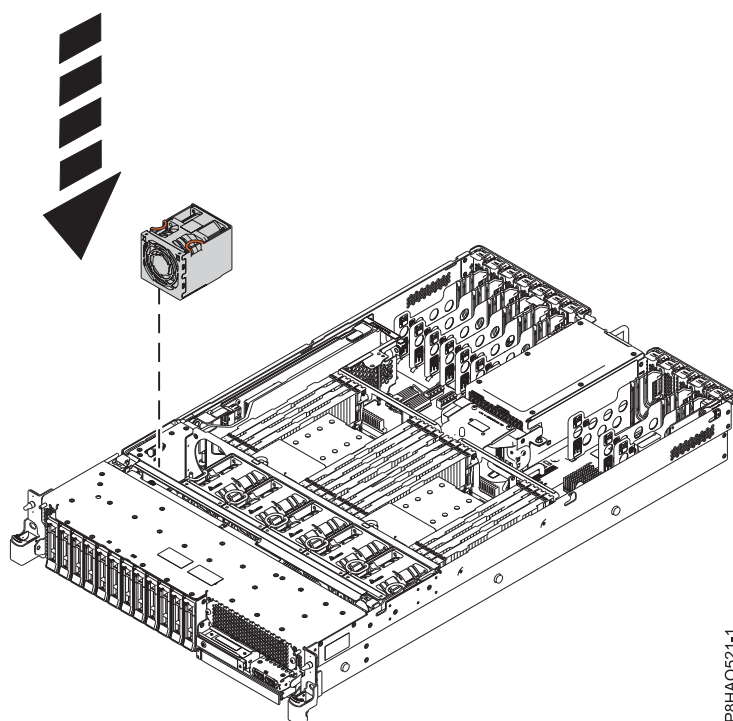

図 3. ファンの取り替え
3. 図 3 に示すように、ファンの陶器製のタッチ・ポイントを同時につまんで、ファンをファン・ケージのスロット内に下ろします。
4. つまんでいた陶器製のタッチ・ポイントを離して、ファンを押し下げて取り付け、ロックします。図 3 を参照してください。